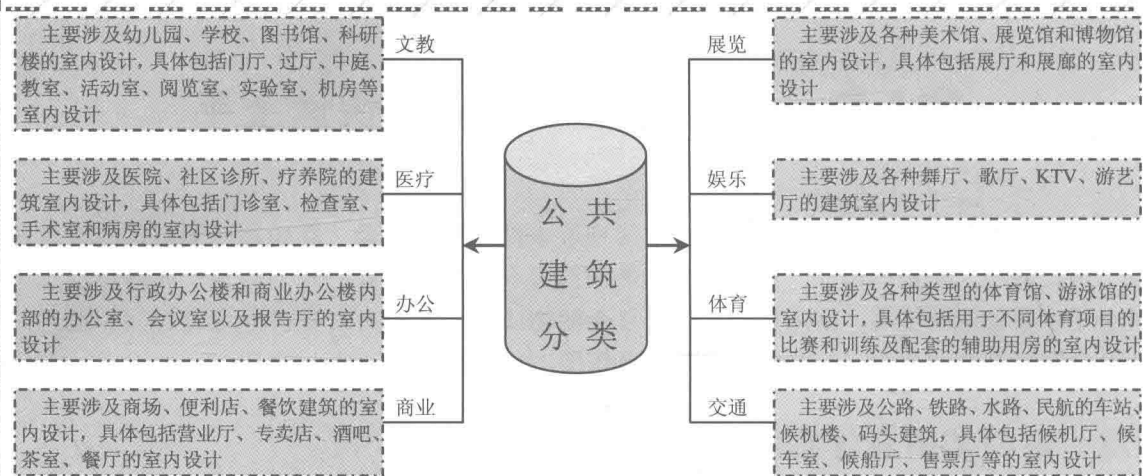

图 1-2 公共建筑室内设计的分类
(1) 居住建筑室内设计 主要涉及住宅、公寓和宿舍的室内设计，具体包括前室、起居室、餐厅、书房、工作室、卧室、厨房和浴厕设计。
(2) 公共建筑室内设计 其分类如图 1-2 所示。
(3) 工业建筑室内设计 主要涉及各类厂房的车间和生活间及辅助用房的室内设计。
(4) 农业建筑室内设计 主要涉及各类农业生产用房，如种植暖房、饲养房的室内设计。